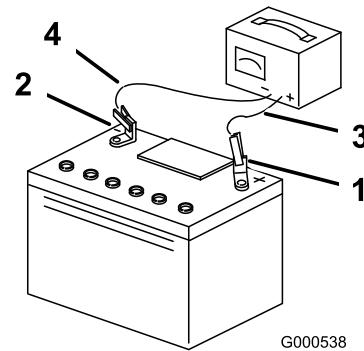

Figura 41
4. Quando la batteria è completamente carica, staccate il caricabatterie dalla presa elettrica e scollegate i cavi di ricarica dai poli della batteria (Figura 41).